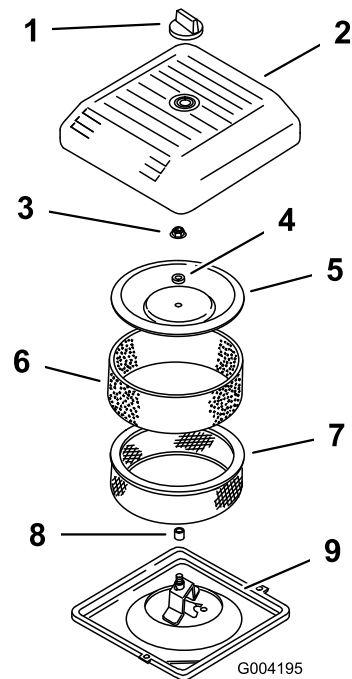

Figura 44
3. Desenrosque el pomo y retire la cubierta del limpiador de aire (Figura 44).
4. Deslice cuidadosamente el prefiltro de gomaespuma para separarlo del elemento de papel (Figura 44).
5. Desenrosque la tuerca de la tapa y retire la tapa, el espaciador y el filtro de papel (Figura 44).
2. Coloque el conjunto del limpiador de aire sobre su base (Figura 44).
3. Instale la tapa y el espaciador y fíjelos con la tuerca de la tapa (Figura 44). Apriete la tuerca a 11 Nm.
4. Instale la cubierta del limpiador de aire y fíjela con el pomo (Figura 44).